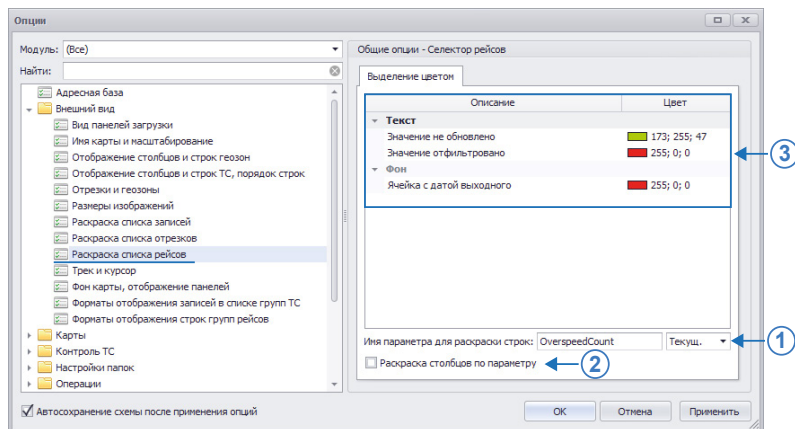

Рис.151. Настройка раскраски списка рейсов.
Далее необходимо перейти в меню «Опции» в раздел *Внешний вид – Раскраска списка рейсов* и задать переключатель, определяющий раскраску строк Селектора рейсов (Рис.151, п.1).
2. В Селекторе рейсов может быть задана раскраска столбцов таблицы в цвета графиков параметров, значения которых выводятся в этих столбцах. Для того чтобы разрешить данную опцию, необходимо установить галочку напротив опции «Раскраска столбцов по параметру» (Рис.151, п.2). Пример раскраски приведен на Рис.152 – п.2.
3. В Селекторе рейсов может выделяться значение параметра в зависимости от того, обновлялось это значение за рейс или было отфильтровано (**Рис.152, п.3**). Для настройки раскраски текста необходимо перейти в меню «Опции» в раздел настроек *Внешний вид – Раскраска списка рейсов* на вкладку «Выделение цветом». На этой вкладке в группе «Текст» необходимо выбрать цвета для выделения значений, которые не обновлялись в текущий рейс, и для значений, которые были отфильтрованы (**Рис.151, п.3**).
4. В Селекторе рейсов могут выделяться рейсы выходного дня. Для настройки данного типа раскраски необходимо на вкладке «Выделение цветом» в группе «Фон» настроить цвет выделения рейсов выходного дня (**Рис.151, п.3**). У рейсов выходного дня выделяется цветом рамка ячейки даты и времени (**Рис.152, п.4**).